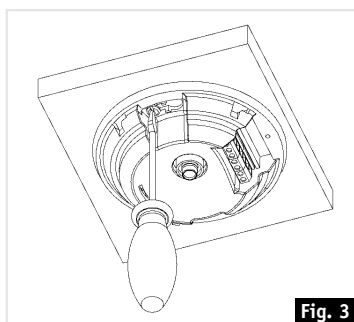

Fig. 3
3. Inserire i fili di collegamento nel vano al centro della base (vedi fig. 3)